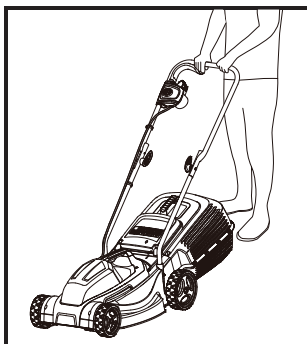

Fig. 8
2. Este producto está diseñado solamente para uso doméstico privado, no para uso comercial. No se debe utilizar para fines distintos de los indicados en el manual. Utilice el producto de la forma adecuada (Fig. 8).